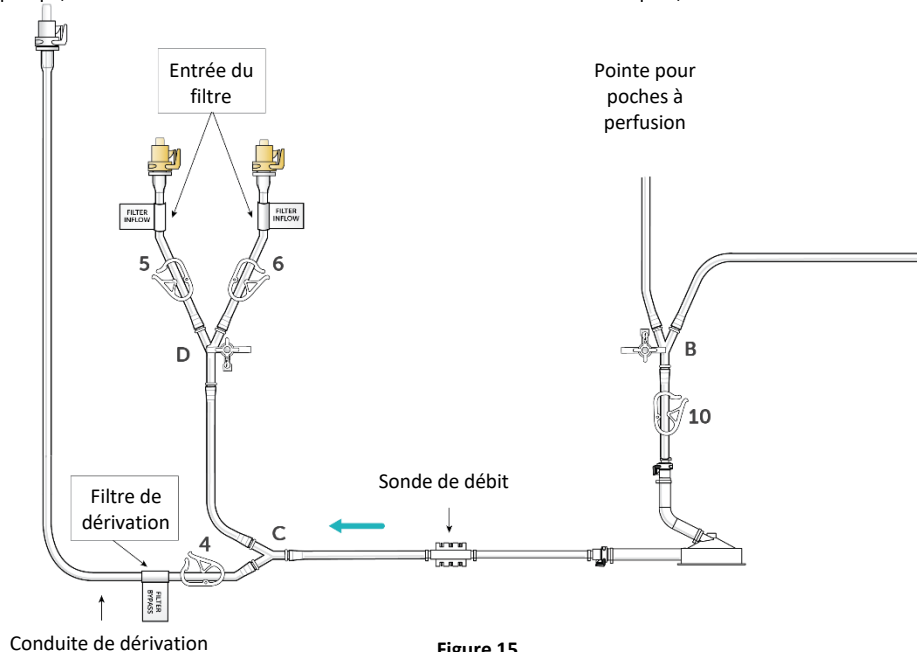

Figure 15
- (a) Amorcer la tête de pompe, l'entrée du filtre et les conduites de dérivation en ouvrant le clamp 10, le robinet d'arrêt « D » et le clamp 4, voir Figure 15.